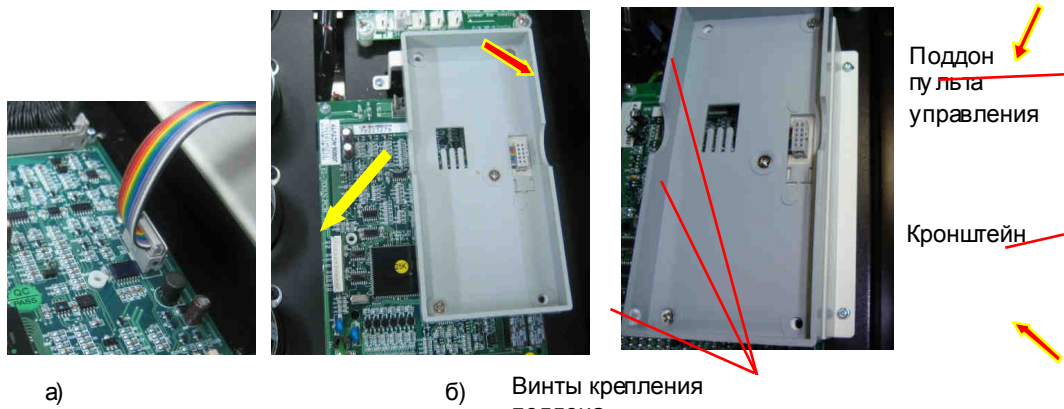

Рис. 7.33.
7.18.1. Подключить шлейф пульта управления в разъем на плате ЦП и зафиксировать скобой (рис. 7.33а).
7.18.2. Закрепить поддон пульта управления на кронштейне тремя винтами, установить кронштейн с поддоном на корпусе блока конденсаторов и закрепить тремя винтами (рис. 7.33б, в).